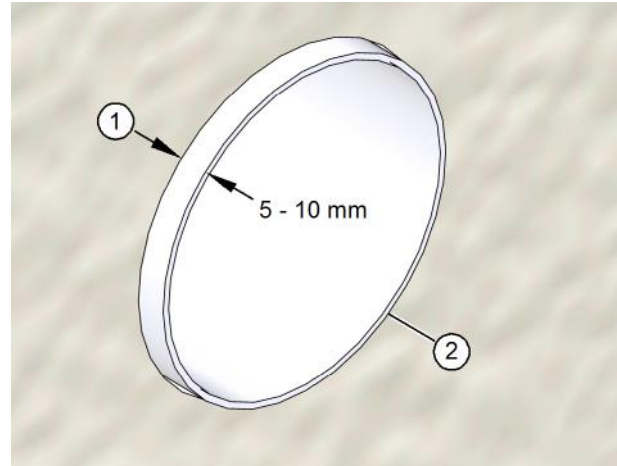

Abb. 16: Lüftungsrohre überprüfen
- ▶ Überprüfen Sie, dass die Lüftungsrohre 5 - 10 mm (siehe Pos. 1 in Abb. 16) über den Außenputz überstehen.
- ▶ Überprüfen Sie, dass die Schnittstellen der Lüftungsrohre (siehe Pos. 2 in Abb. 16) entgratet sind.